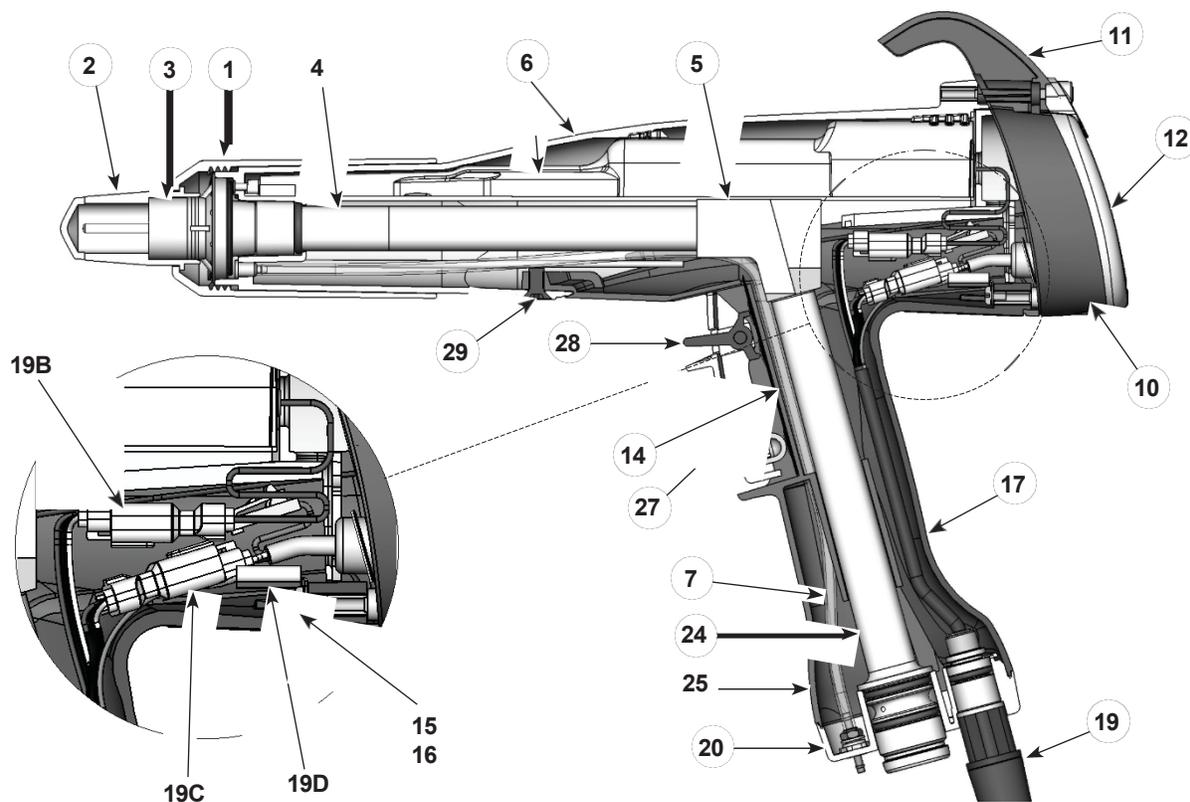
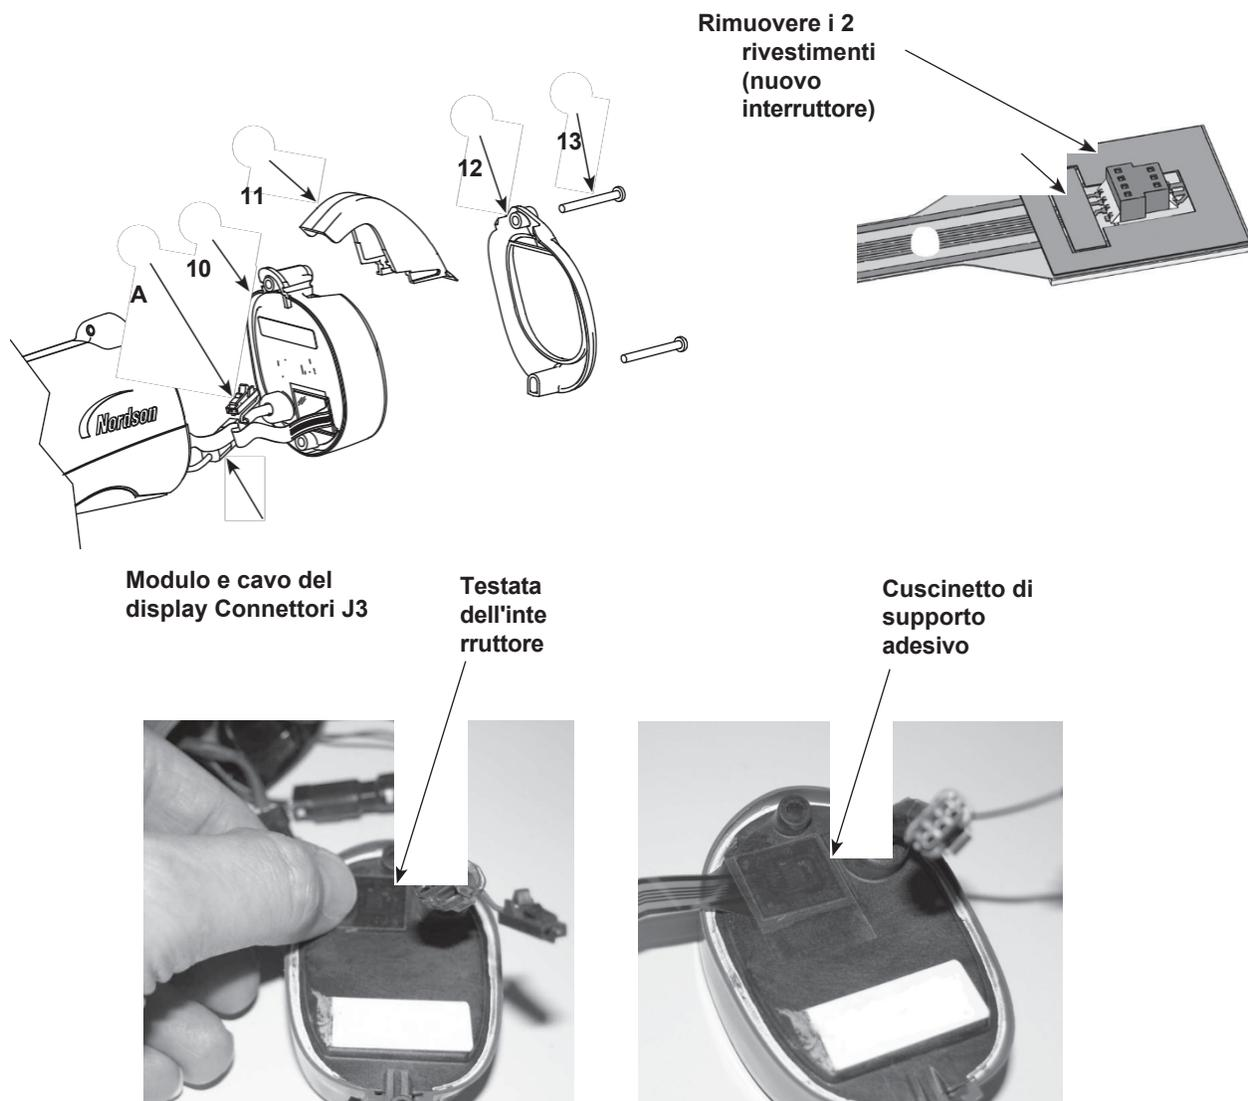

Figura 10 Sezione V vista della pistola a spruzzo (i numeri degli articoli in questa sezione corrispondono ai numeri degli articoli nell'elenco delle parti)
Figura 11 Sostituzione del modulo del display
1. Vedere Figura 10 e Figura 11. Svitare le viti superiori e inferiori (13) che tengono la cornice (12), il gancio (11) e il modulo del display (10) sul corpo della pistola.
1. Sul modulo del display (10), pulire accuratamente la superficie di montaggio della testata dell'interruttore di attivazione e l'area circostante con alcol isopropilico. Lasciare asciugare completamente la superficie prima di procedere.
2. Se si sta installando un nuovo interruttore a grilletto, rimuovere i due rivestimenti dal lato del connettore dell'installazione dell'interruttore a grilletto, come illustrato nella Figura 11.
5. il modulo display J3 e il connettore del cavo. Il connettore del cavo di terra (A) non viene utilizzato per questa versione della pistola.
7. Far scorrere il gancio (11) sul modulo del display, quindi installare la cornice (12).
8. Installare e serrare le viti (13).
2. Vedere la Figura 10. Svitare il dado dell'ugello e rimuovere il gruppo ugello ed elettrodo dalla pistola a spruzzo.
4. Vedere Figura 11. Installare il modulo del display come descritto in Installazione del modulo del display a pagina 18.
5. Installare il gruppo elettrodo (3) nell'estremità del tubo di uscita nella parte anteriore del corpo della pistola. Assicurarsi che l'elettrodo a filo non sia piegato o rotto.